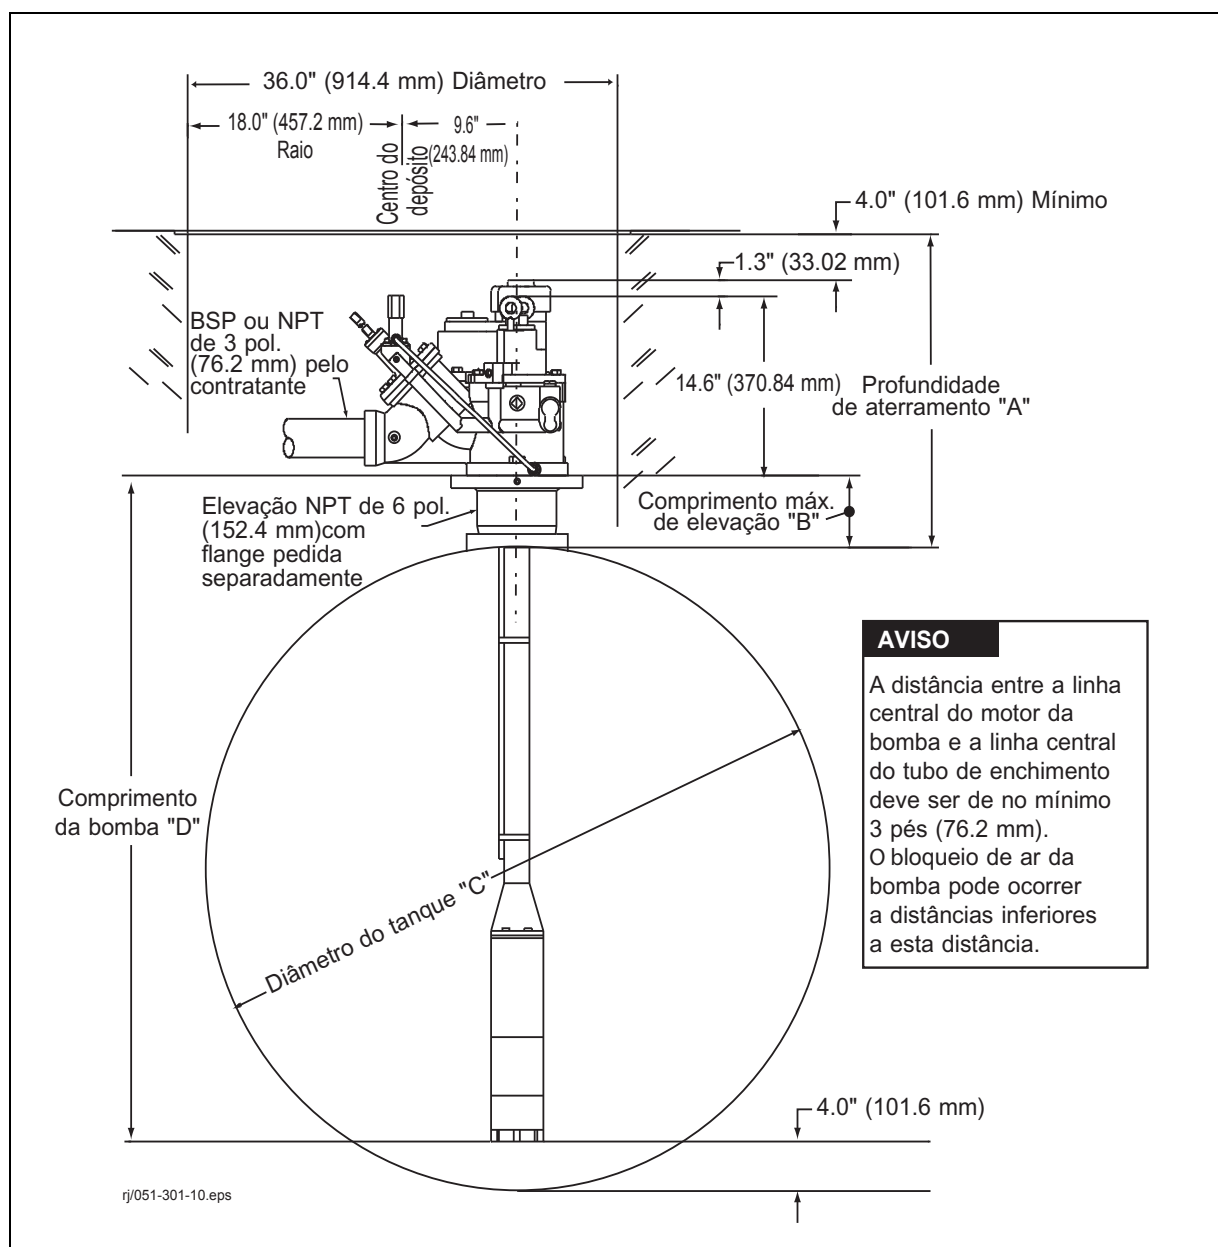

Figura 5. Dimensões de instalação
3. Verifique o equipamento que foi recebido em relação à Tabela 2 e Figura 5 para o diâmetro do tanque e a profundidade de aterramento.
4. Depois que as verificações acima forem feitas, o aterramento pode ser concluído e as portilhas instaladas como mostra a Figura 5 e a Tabela 2.